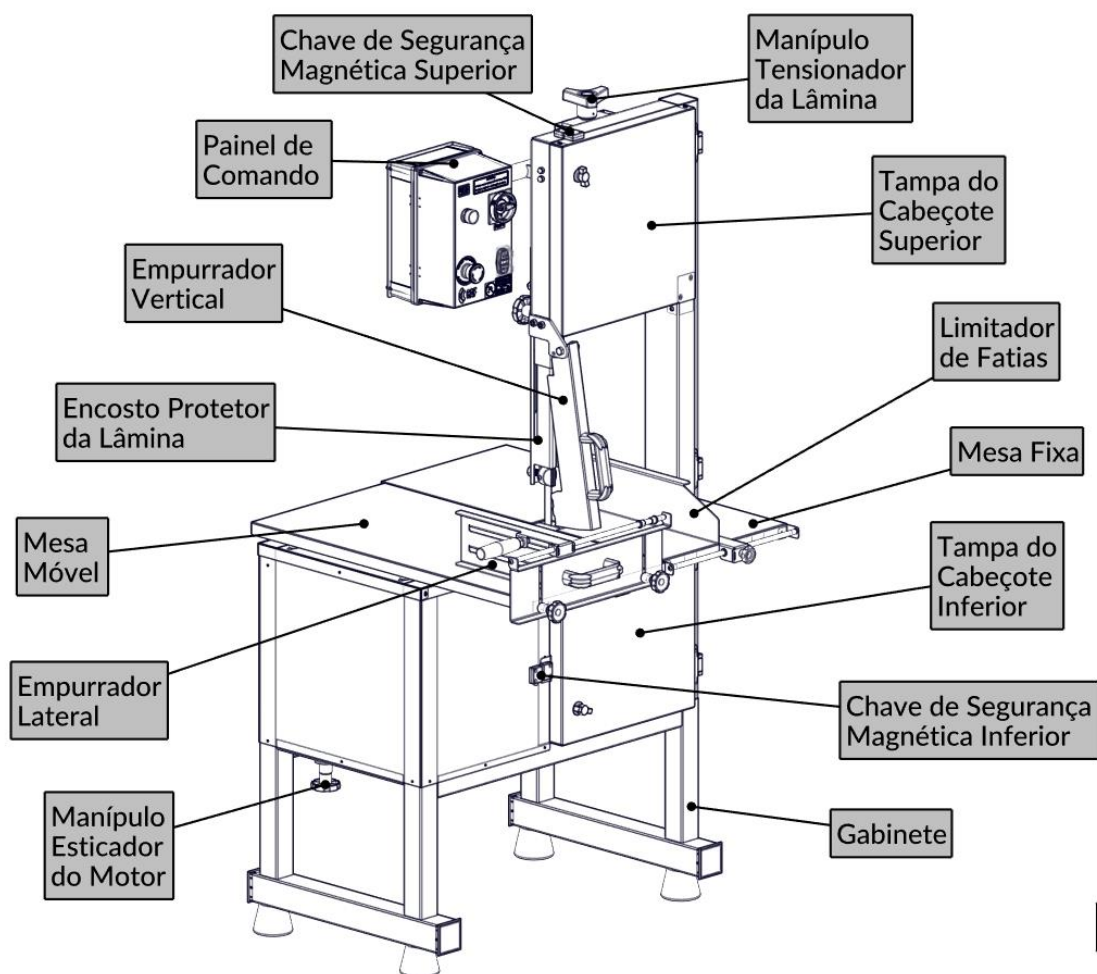

FIG. 1
- Com a máquina desligada, regule o encosto protetor (FIG. 1) e o limitador de fatias (FIG. 1).